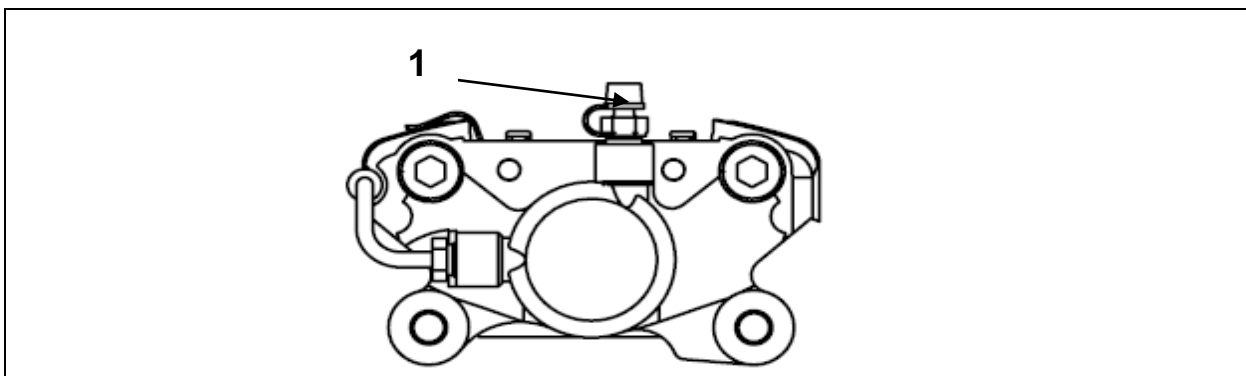

Рисунок 26 – Тормозной суппорт
4. Налейте тормозную жидкость в емкость бачка, наденьте трубку на перепускной штуцер 1 (рисунок 26) тормозного суппорта, свободный конец трубки погрузите в тормозную жидкость, залитую в специальную емкость;